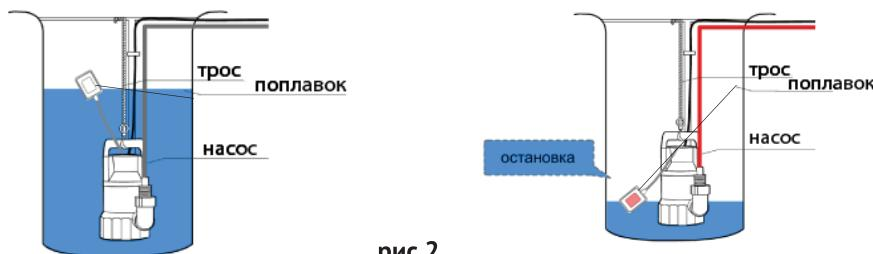

рис.2
6.2 Насос оснащён поплавковым выключателем, который уже отрегулирован на определённый уровень включения и выключения насоса (рис. 2). Удостоверьтесь, что при минимальном уровне воды выключатель отключает насос.